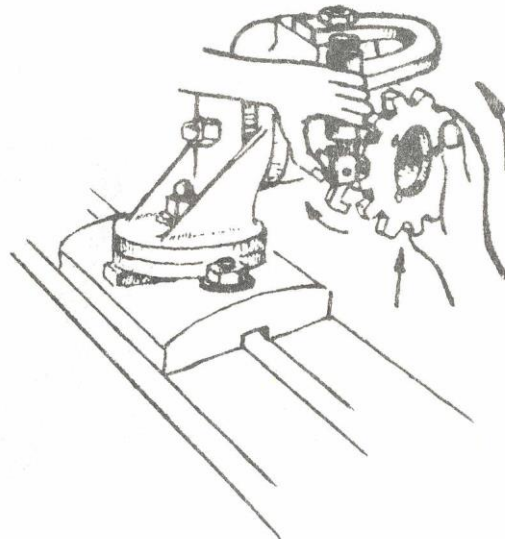

Fig. 49
- b. Levante el perno posicionador, haga coincidir con éste las divisiones determinadas girando el disco y suelte el perno (Fig. 49).